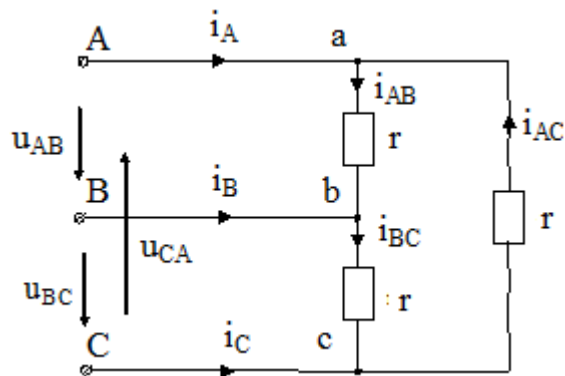

Рисунок 6.1 – Схема трехфазной цепи при соединении фаз генератора и нагрузки по схеме «треугольник»
6.2.1.1 Вычертить схемы соединения «треугольник» трехфазного приемника электрической энергии, указать на них положительные направления ЭДС, фазных и линейных токов (рисунок 6.1).
6.2.1.6 Собрать схему (рисунок 6.1) на наборном поле лабораторного стенде, выбрав из набора миниблоков три резистора с параметрами, заданными в таблице 6.1, и все необходимые приборы, для экспериментальной проверки результатов расчетов. Входы цепи подключить к выходам блока трехфазного напряжения.